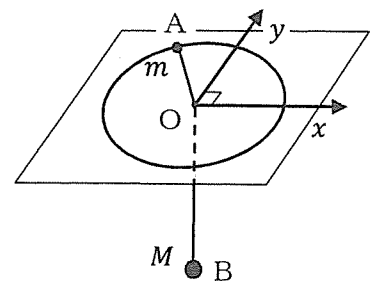

図 1
- (b) 図1のようにOを原点として水平面上に xy 軸を取る。前問の質点Aについて、時刻 t の位置ベクトルと速度ベクトルの x 成分、 y 成分を求めよ。質点Aは時刻0に座標 $(0, R)$ にあり、角速度 ω で反時計回りに運動するものとする。